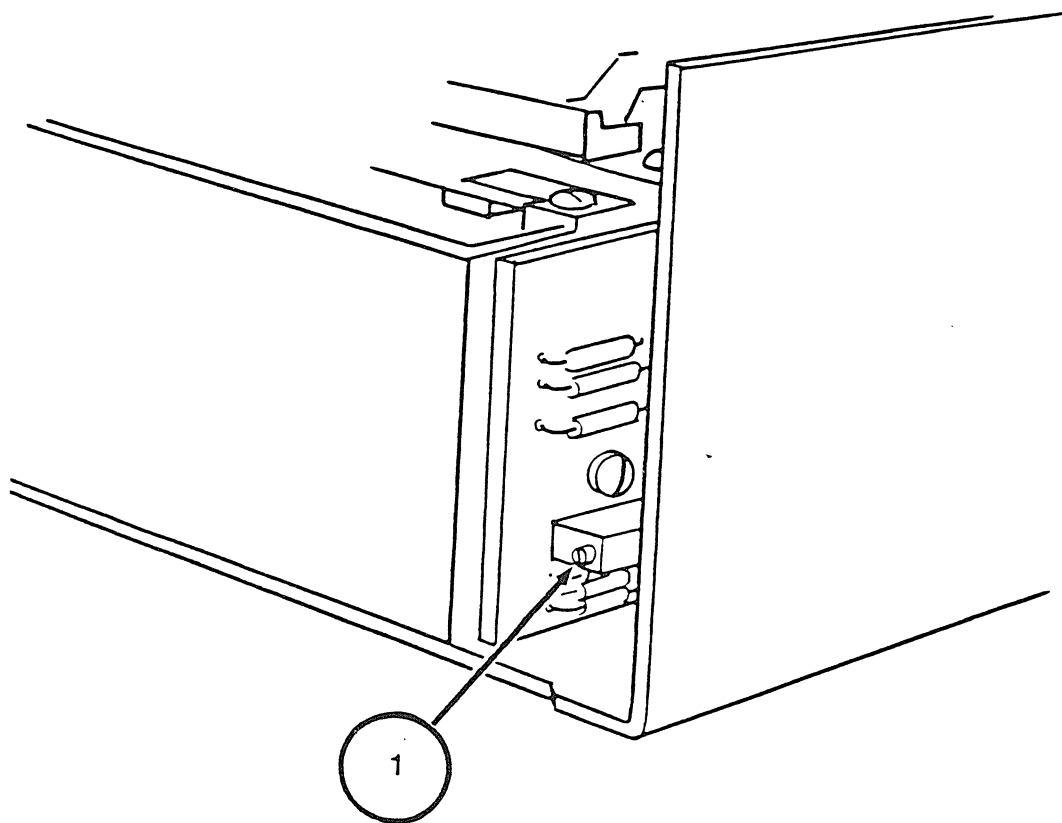

FIGURE 4
10. Regarder à l'ARRIERE du mécanisme de lecteur de disque. Chercher la carte de commande du moteur montée sur le bord et remarquer le petit potentiomètre avec un ajustement tournevis sur le côté (figure 4, No.1).